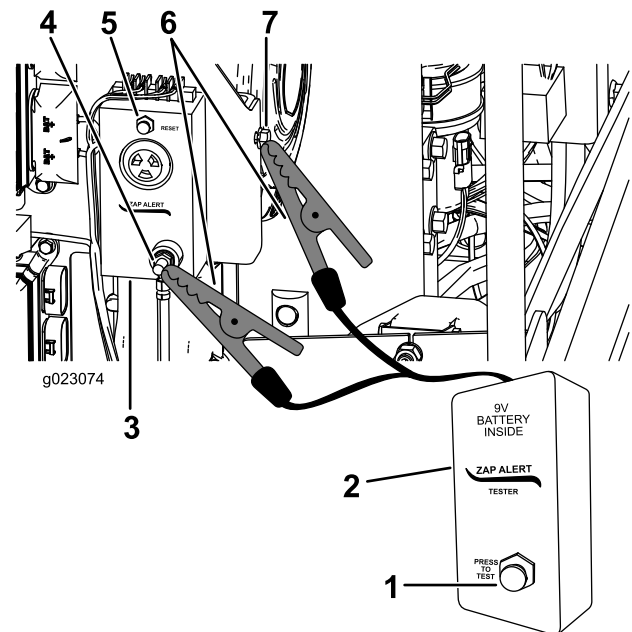

Bild 65
5. Drücken Sie die Testtaste am Tester für das Stromschlagwarnsystem (Bild 65).
6. Drücken Sie die Resettaste, um den Alarm abzuschalten (Bild 65).
3. Verbinden Sie eine Krokodilklemme vom Tester für das Stromschlagwarnsystem mit dem Erdungsbolzen des Stromschlagwarnsystems (Bild 65).